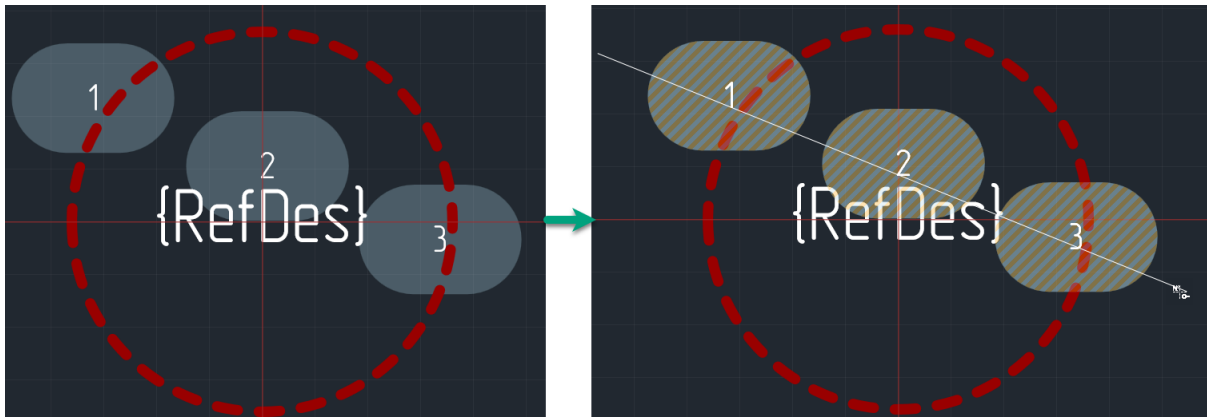

Рис. 132 Линия перенумерации
2. Переместите курсор в рабочую область и задайте линию перенумерации: для этого в выбранной точке нажмите левую кнопку мыши и переместите курсор в другую точку, между ними отобразится линия, см. Рис. 132.